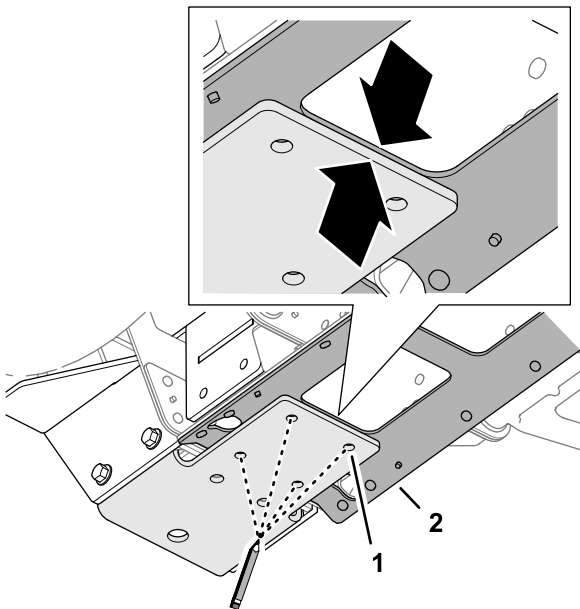

Bild 50
3. Fluchten Sie die hintere Kante der unteren Halterung mit der Kante der Zugangsöffnung in der mittleren Kanalplatte aus (**Bild 50**).
4. Markieren Sie die vier Lochpositionen der unteren Halterung auf der mittleren Kanalplatte, wie in **Bild 50** abgebildet.